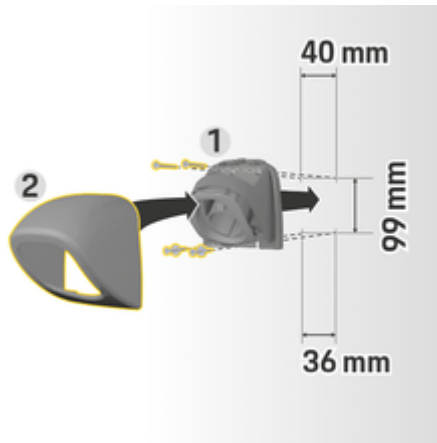

图 125: 钻孔尺寸
1. 将接头固定器 1 (图 125) 从盖子 2 (图 125) 上拆下。
4. 将接头固定器 1 (图 125) 拧到墙壁上。
5. 将盖子 2 (图 125) 从下方安装到接头固定器 1 (图 125) 上, 并且向上推。